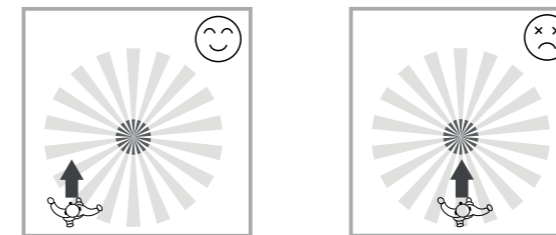

Bild 3
3.1.2 Achten Sie auf den Geh-Test. der Melder ist empfindlicher wenn die Bewegung durch die Segmente erfolgt und weniger wenn die Bewegung zum Segment erfolgt. (Siehe Bild 3)